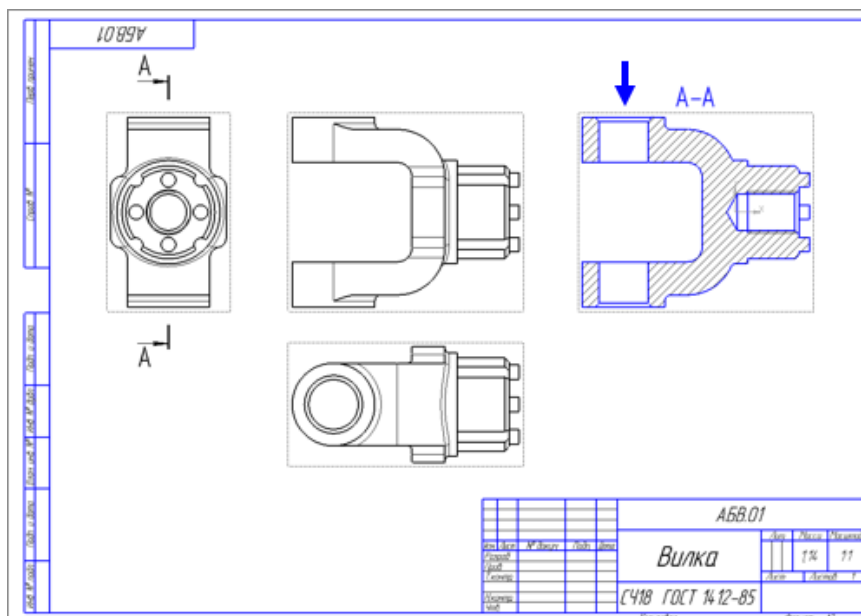

Рисунок 16.
- Укажите положение разреза на чертеже — система создаст новый вид и сделает его текущим (рис. 16).